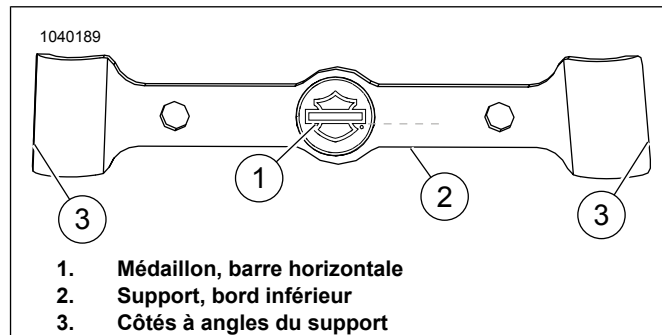

Figure 3. Alignement de médaillon
- Figure 3 Les côtés du support (3) ne sont pas symétriques. La largeur en haut est inférieure à la largeur en bas.
- Figure 3 Alignez la barre horizontale du médaillon (1) avec le bord inférieur (2) du support. Les deux doivent être parallèles.
3. Figure 3 Retirez le support adhésif des côtés gauche et droit du support (3).